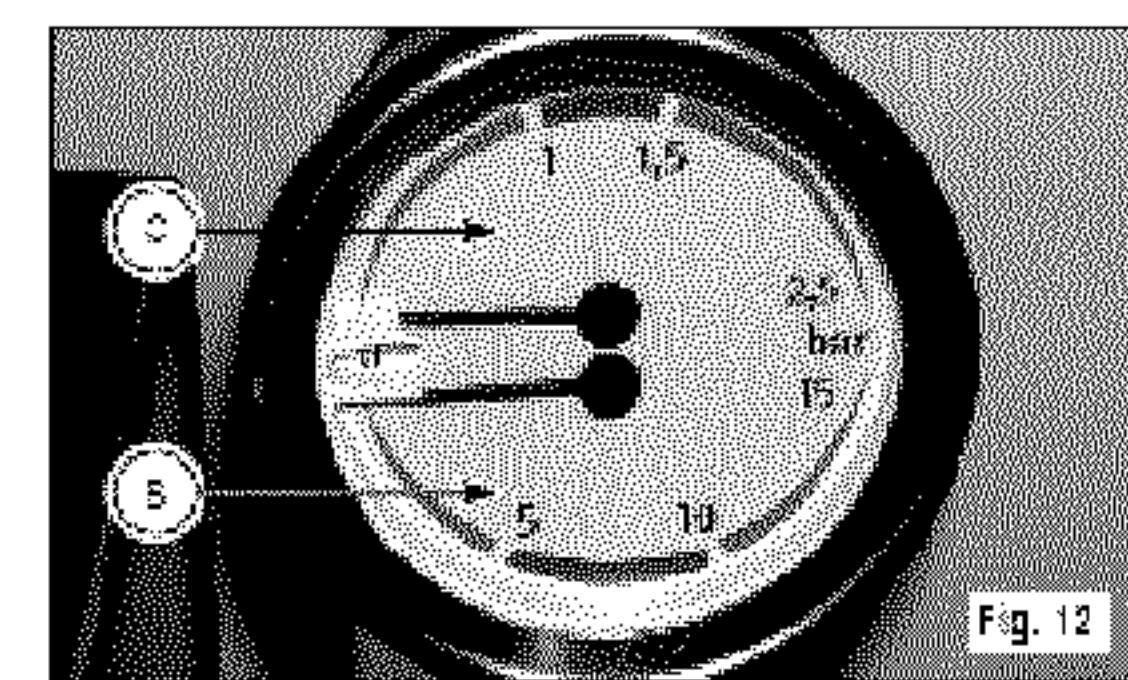

Рис. 12
- Установленное давление помпы можно посмотреть на нижней части "B" манометра. (см. рис. 12)
- Установленное давления реле можно посмотреть на верхней шкале "C" манометра (см. рис. 12)